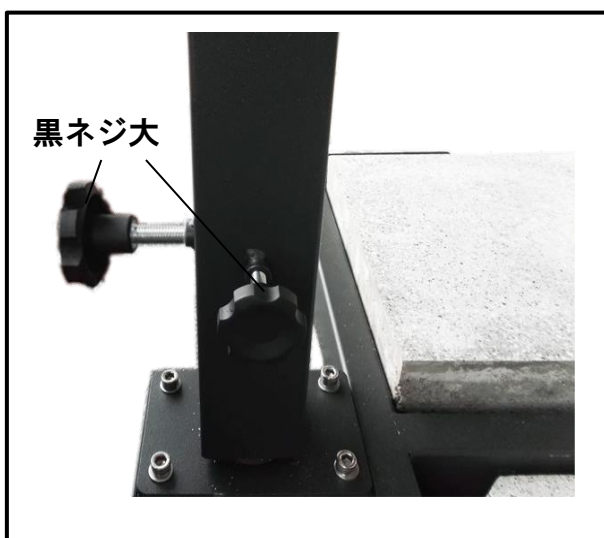

図.6
- ⑦ 主柱 (D) 下部の 2ヶ所を主柱が動かないように黒ネジ大 (i) でしっかりと固定します。(図.6)